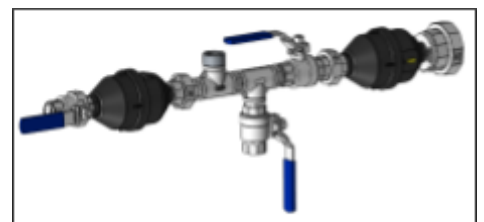

Figure 17.
- Raccordez le deuxième compteur d'eau au raccord en T, comme indiqué sur la figure 17.
- **Attention** : montez le compteur d'eau avec les compteurs vers le haut et la flèche dirigée vers le réservoir de mélange. Voir figure 17.